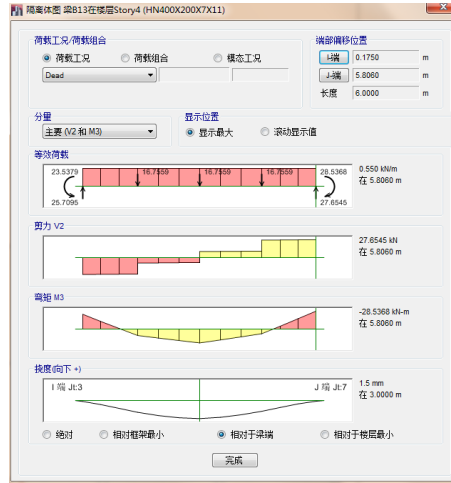

图 7-3 梁内力细节
5. 在顶层轴线 A、B 之间的梁上点击鼠标右键，将弹出如图 7-3 所示的梁图表对话框。